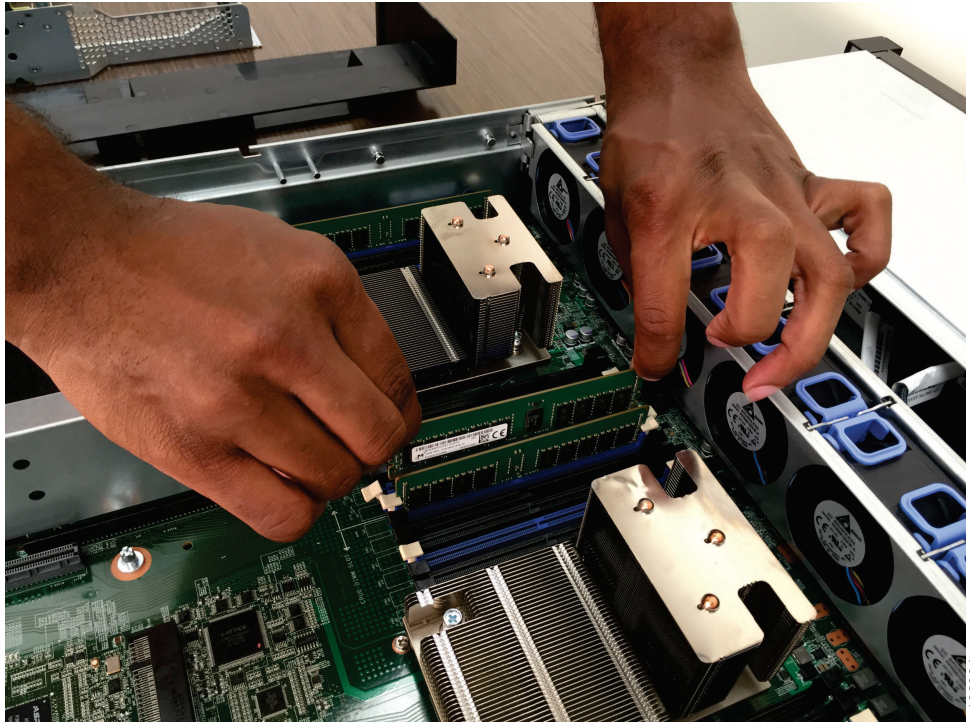

図 108. メモリー・モジュールの取り外し
6. 144 ページの図 108 に示すように、DIMM を持ち上げてスロットから取り外します。